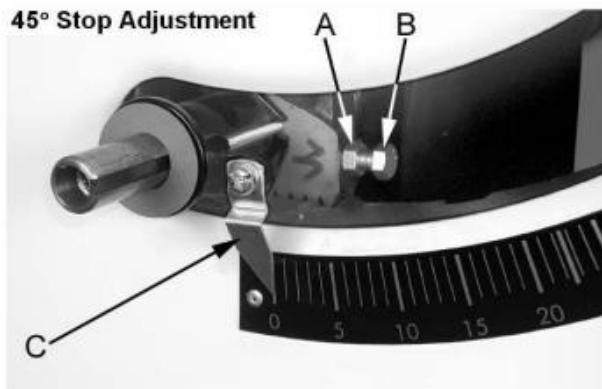

Рис. 19
пильного диска. Ослабьте контргайку ( А см. рис. 19) и поверните стопорный винт регулировки (В, рис. 19) на передней цапфе во, внутрь или наружу. Регулировочный винт следует прекратить вращать на переднем кронштейне цапфы, когда пильный диск находится под углом 45° к столу.
- Проверьте правильность указателя (С, рис. 19) на угол масштаба и скорректируйте, если это необходимо.